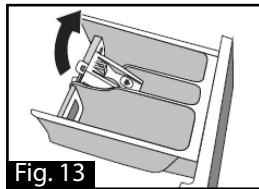

Fig. 13
2. Soulever le clip et retirer le couvercle de l'adoucisseur (Fig. 13).